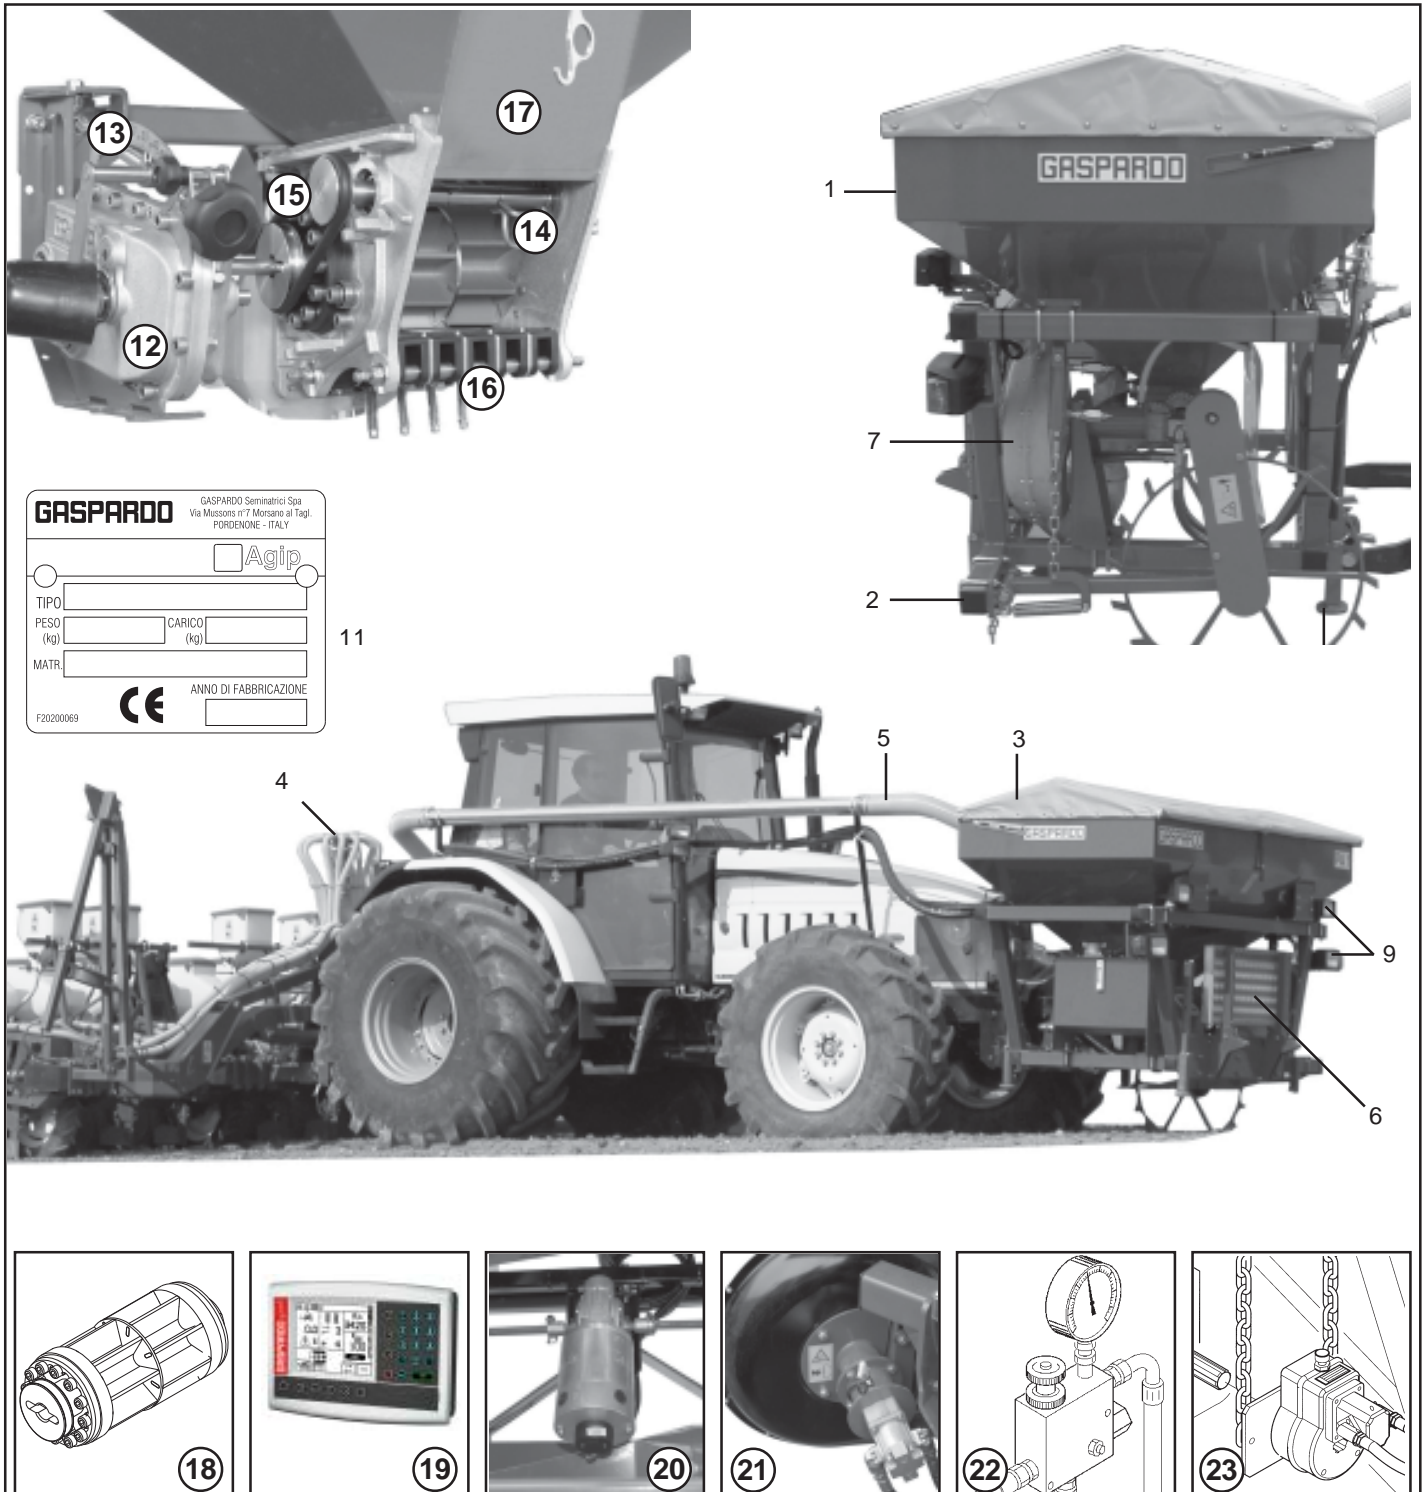

fig. 6
**3.3 DESEN DE ANSAMBLU (Fig. 6)**